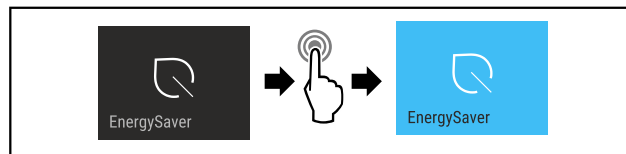

Fig. 14
- ▶ Провести етапи операцій (див. Fig. 14) .